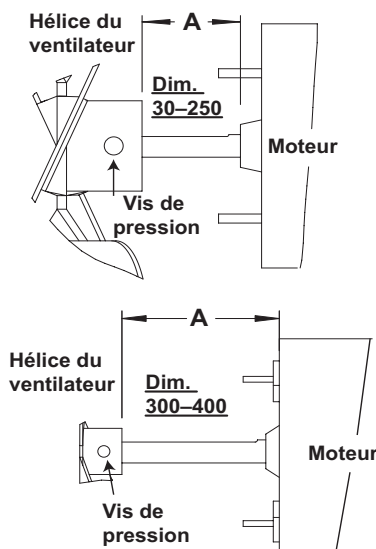

Figure 23. Positionnement et espacement des pales de ventilateur
5. Vérifiez que les pales de ventilateur sont à la position qui leur correspond sur leur arbre (voir Figure 23 et Tableau 18).
*Voir Figure 23.